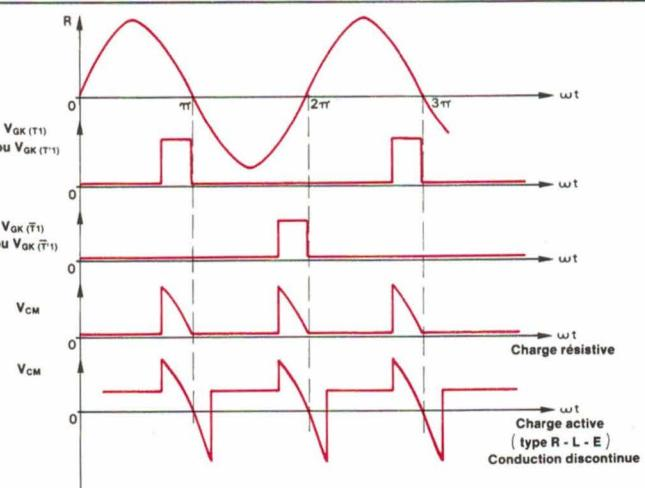

Fig. 2
- L'allure de la tension aux bornes de la charge peut dépendre de celle-ci ou non, selon le régime de fonctionnement du convertisseur (**fig. 2**).